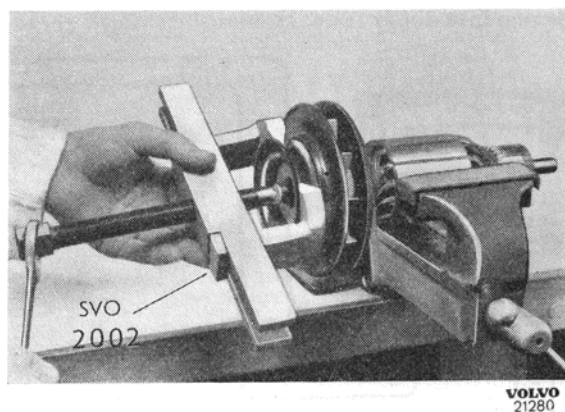

Bild 13.
6. Placera rotorn i ett skruvstycke, men drag ej åt för hårt (använd kopparbackar). Lossa muttern för remskivan och drag av denna. Använd verktyg SVO 2002, bild 13. Tag bort woodruffkilen.